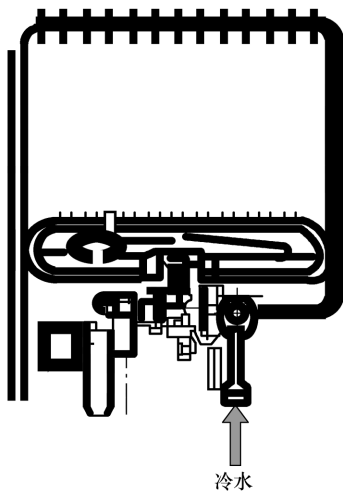

图 3-6 开水
- 2) 开水：开启出水阀，冷水首先流经水气联动阀，再到水量调节阀后进入热交换器盘管，如图 3-6 所示。